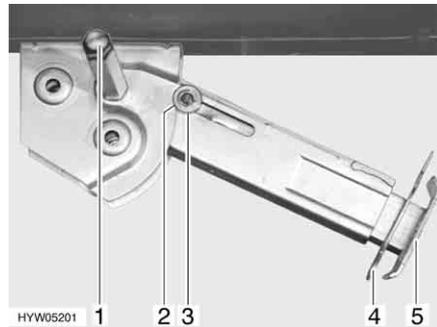

Fig. 23 Apoyo de elevación
- Colocar la llave de vaso en el hexágono (Fig. 23,1) y girarla hasta que el apoyo de elevación quede verticalmente hacia abajo.
- Extraer la clavija hendida (Fig. 23,4) de la prolongación del pie de apoyo (Fig. 23,5).
- Colocar la llave de vaso en el hexágono (Fig. 23,1) y girarla hasta que el apoyo de elevación esté de nuevo libre del suelo.
- Introducir totalmente la prolongación del pie de apoyo (Fig. 23,5) e introducir la clavija hendida (Fig. 23,4) en el orificio previsto para ello que hay en la prolongación del pie de apoyo.
- Girar con la llave de vaso en el hexágono (Fig. 23,1) hasta que el apoyo de elevación bascule hacia arriba y la arandela de guía (Fig. 23,3) esté totalmente introducida en la entalladura (Fig. 23,2).